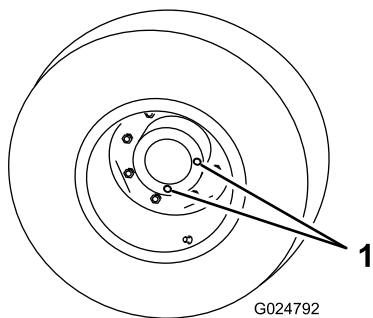

Figura 67
2. Posicione uma roda de forma a que um dos tampões de verificação se encontre na sua posição mais baixa (6 horas) (Figura 67).